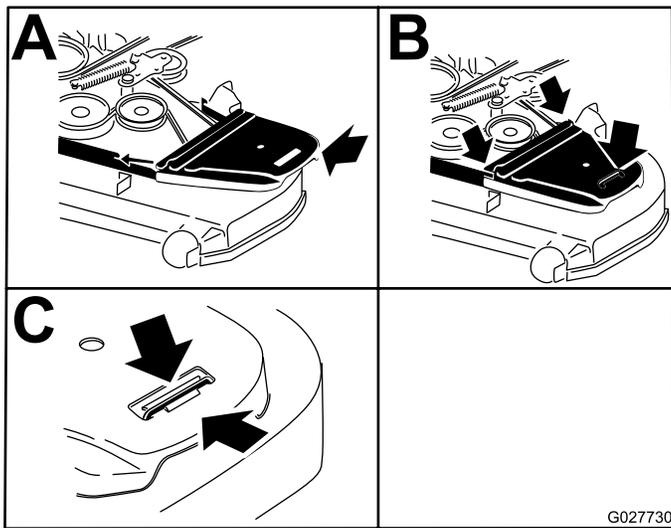

Figura 92
14. Instale as coberturas da correia (Figura 92).